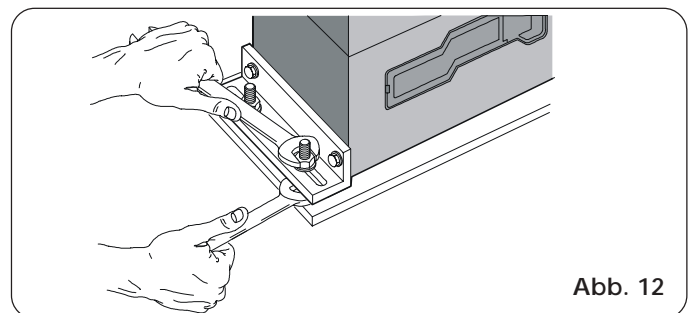

Abb. 12
- 5) Den Getriebemotor durch Spannen der Muttern laut Abb. 12 auf der Gründungsplatte befestigen.